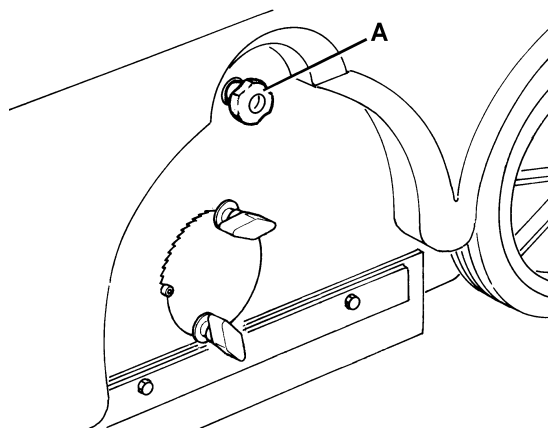
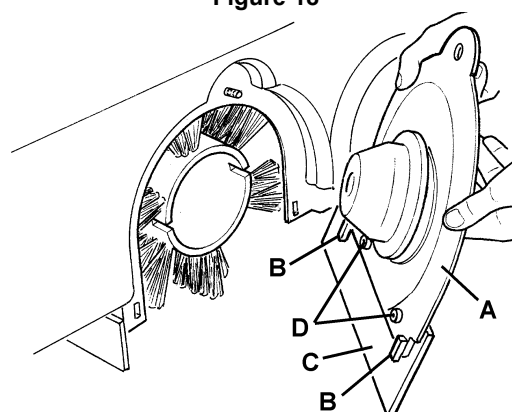

Figure 18
Figure 19
5. Ouvrir le coffre (7), desserrer le pommeau (A, Fig. 18) et enlever le couvercle gauche (A, Fig. 19) du balai central, en le pressant vers le bas pour dégager les dispositifs de retenue (B).
6. Régler la hauteur du volet gauche (C, Fig. 19) en utilisant ses orifices oblongs (D).
17. Si besoin est, régler la hauteur des volets en utilisant les orifices oblongs sur les vis (C et D, Fig. 19).